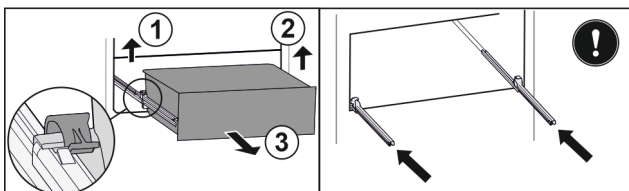

Fig. 96
- ▶ Linke Klemme anheben und gleichzeitig Schubfach links nach vorne ziehen. Fig. 96 (1)
- ▶ Rechte Klemme anheben und gleichzeitig Schubfach rechts nach vorne ziehen. Fig. 96 (2)
- ▶ Schubfach nach vorne entnehmen. Fig. 96 (3)